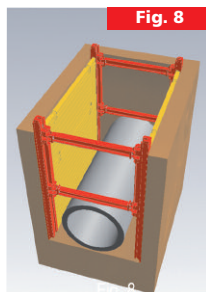

Fig. 8
- f) Nadat de definitieve sleufdiepte bereikt is, worden de veiligheidsbouten van de geleidebalken van pos. 2 in pos. 1 omgezet. De sledetraverse met geschikt hefgerei omhoogtrekken, de onderste veiligheidsbouten van pos. 7 in pos. 5 of pos. 6 (buisdoorlaat 2600 mm of 1950 mm) omzetten. Het omzetten van de onderste bouten dient steeds met een tegen afglijden geborgde traverse/slede te gebeuren. De werkpositie voor het leggen van de buis is nu bereikt (Fig. 8).